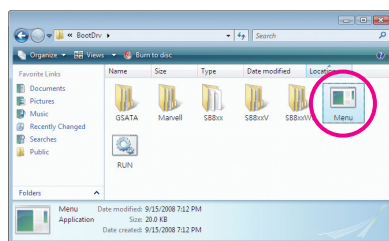
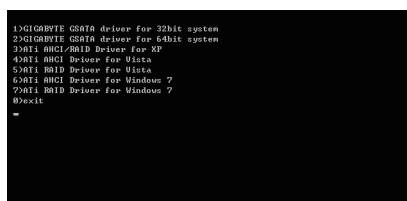

Figure 3
Figure 4
- 2: A partir de votre lecteur de disques optiques, double-cliquez sur le fichier **Menu.exe** dans le dossier **BootDrv** (Figure 3). Une fenêtre Commande d'invite similaire à celle dans Figure 4 apparaîtra.
- 3: Insérez la disquette vierge formatée. En fonction du système d'exploitation à installer, sélectionnez le pilote du contrôleur en appuyant sur la lettre correspondante dans le menu et appuyez sur <Enter>. Par exemple, dans le menu de la Figure 4,
- Pour le AMD SB850, sélectionnez **3) ATi AHCI/RAID Driver for XP** (3) Pilote ATi AHCI/RAID pour XP pour le système d'exploitation Windows XP.
- Pour le GIGABYTE SATA2/JMicron JMB362, sélectionnez **1) GIGABYTE GSATA driver for 32bit system** (1) Pilote GIGABYTE GSATA pour système 32-bit pour le système d'exploitation Windows 32-bit.